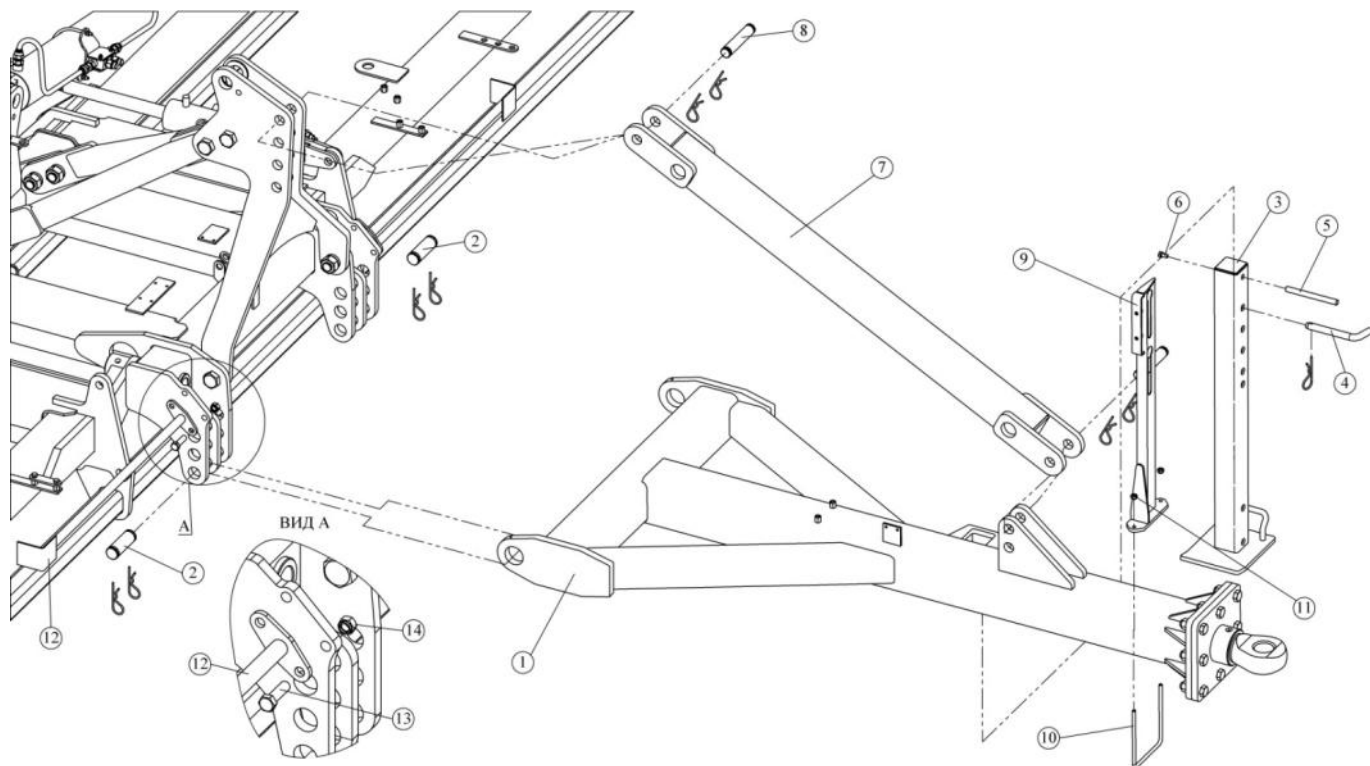

Рис. 4.7. Установка передней сцепки.
4.12. Прикрепите переднюю сцепку (поз. 1, рис. 4.7) при помощи осей Ø40x122 (2) к центральной раме. Оси зафиксируйте чеками. К сцепке присоедините опору (3) при помощи пальца Ø20 (4) с чекой. На опору установите ручку Ø16x175 (5) при помощи болта М10х20 с шайбой пружинной (6).